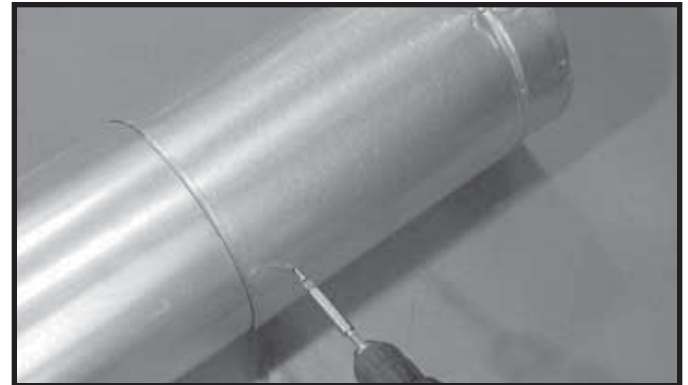

Figura 10.7 Aseguramiento de la sección ajustable
- Use los hoyos guía de la sección ajustable para unir la sección de tubo fijo y la sección ajustable. Use dos tornillos que no sobrepasen 1/2 pulg. (13 mm) de largo. Consulte la Figura 10.7.